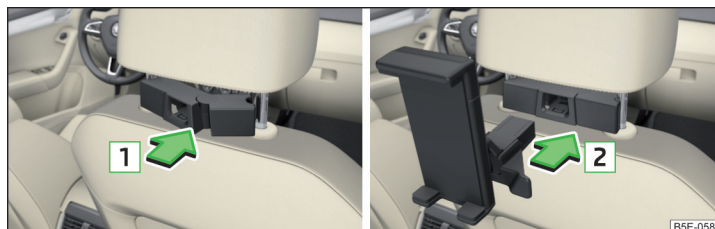

Abb. 121 **Einsetzen: Adapter / Halter**
- Zum **Einsetzen** den geöffneten Adapter an die Führungsstangen der Kopfstütze vorn ansetzen und in Pfeilrichtung **1** einclippen » **Abb. 121** » **!**